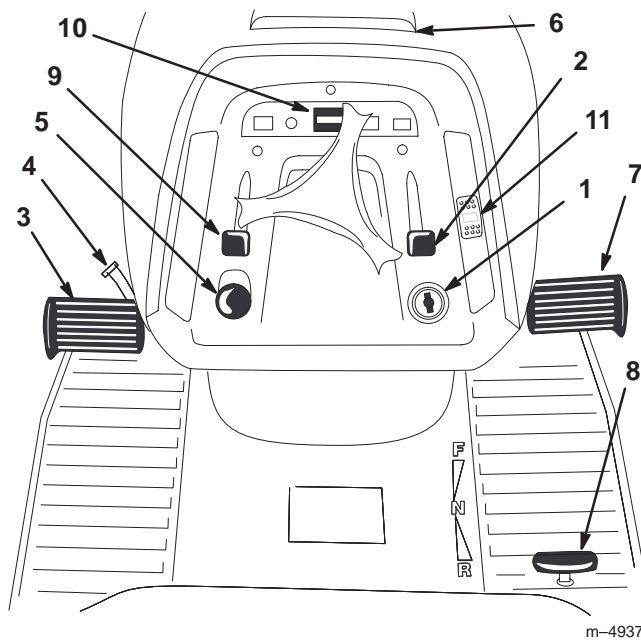

Bild 2
Machen Sie sich mit den Bedienungselementen (Bild 2) vertraut, bevor Sie den Motor anlassen und die Maschine bedienen.
1. Drücken Sie das Bremspedal (Bild 2) herunter und halten es in der gedrückten Position.
2. Drehen Sie den Feststellbremshebel (Bild 2) gegen den Uhrzeigersinn und nehmen den Fuß nach und nach vom Bremspedal. Das Bremspedal sollte in heruntergedrückter (gesperrter) Position bleiben.
1. Drücken Sie das Bremspedal (Bild 2) herunter. Der Feststellbremshebel sollte sich lösen.
2. Drücken Sie den Tempomat-Schalter in die Ein-Stellung (Bild 2).
Der Betriebsstundenzähler befindet sich auf dem Instrumentarium (Bild 2). Der Zähler zeigt die Gesamtbetriebsstunden der Maschine an.